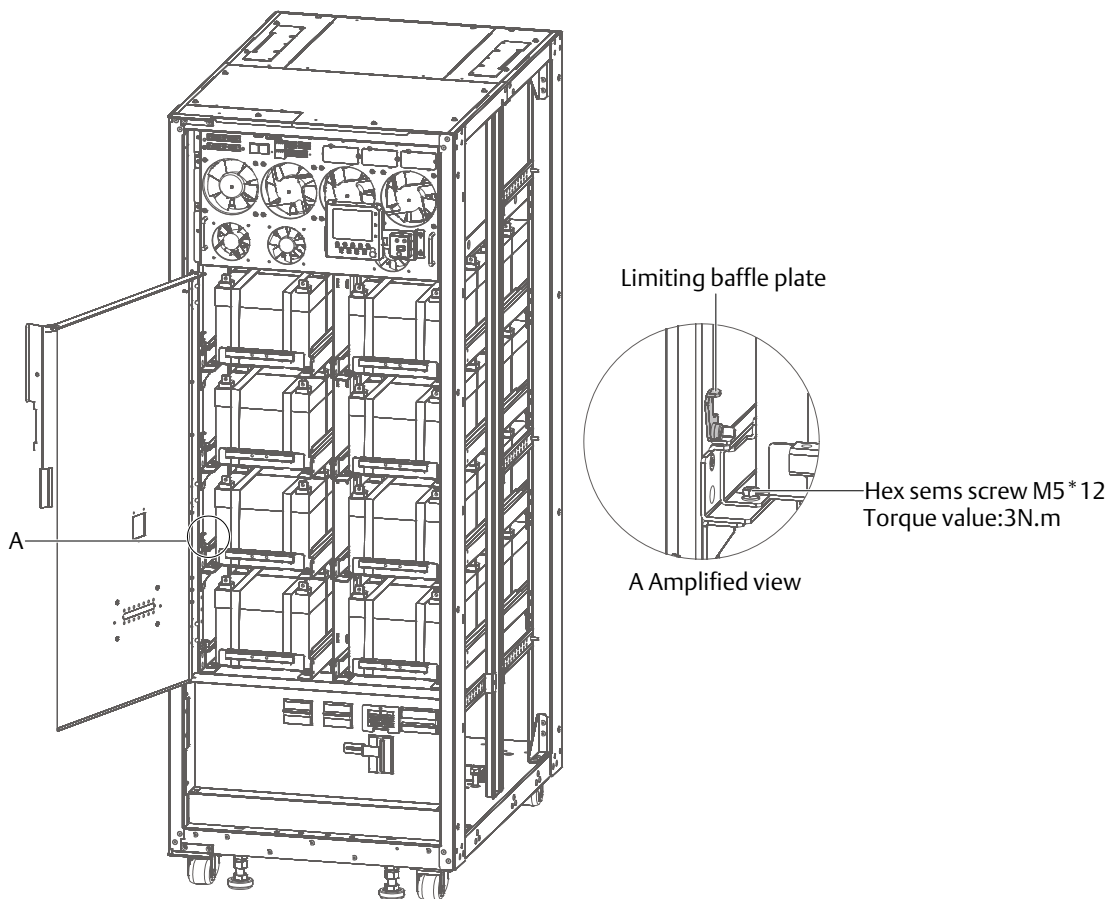

Figure 8-10 Закрепление полок для батарей
6. Используйте значение крутящего момента, указанный в Figure 8-10, для закрепления обеих сторон полки, затем поднимите ограничивающую перегородку.